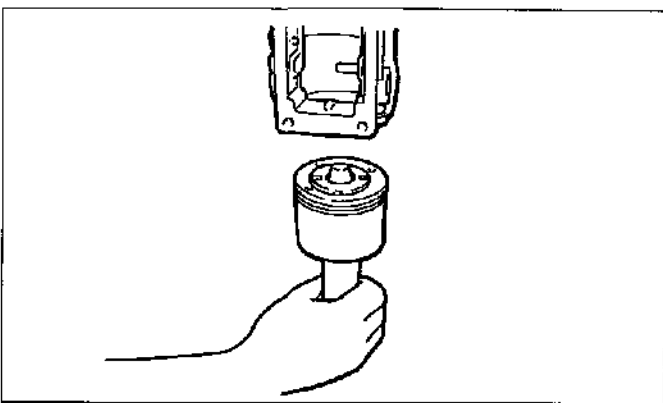

Figura.12-27
(4) Tire del soporte de la bomba de alimentación hacia abajo poco a poco para extraer la bomba de alimentación. Tenga cuidado de que el conjunto de la bomba de alimentación no se separe durante la extracción. (Vea la figura.12-27)